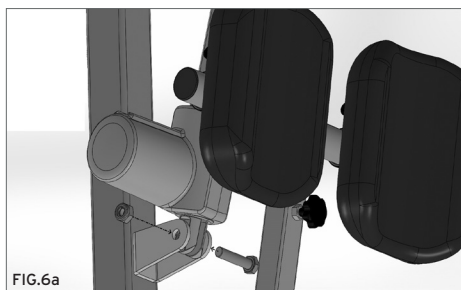

FIG.6a
1. Quitar los dos pernos previstos en el brazo y en la columna para la fijación del actuador. Colocar el actuador y bloquearlo con los dos pernos que se quitaron anteriormente. (Fig.6a-6b)